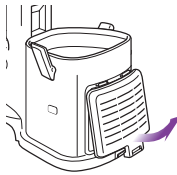

Fig. 21
- 1 Saque la cubierta del filtro. (Fig. 21)